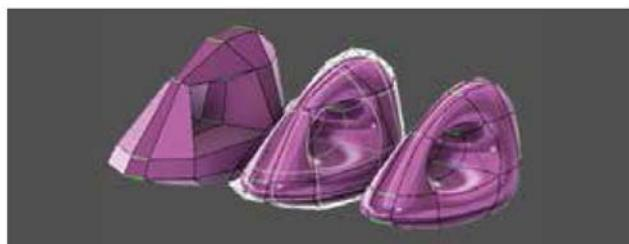
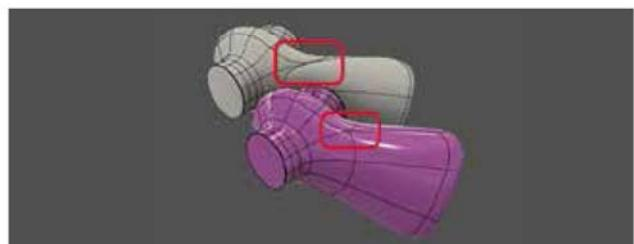

图 2-125
图 2-126
(1) 显示模式：将实体显示设定为平滑、方体或控制框。平滑用于显示实际模型，方体仅仅用于显示控制框架。控制框用于显示框架和实际模型。选择所需的显示模式，如果有多个 T 样条实体，用户需要选择实体以更改显示，如图 2-125 所示。
(2) 修复实体：分析 T 样条实体，并显示有关网格的信息，更正错误 T 样条和错误星形条件。选择要分析的实体。
(3) 均匀分布：删除星形点附近的收缩，将非均匀面更改为均匀面，如图 2-126 所示。选择要常规化的实体。